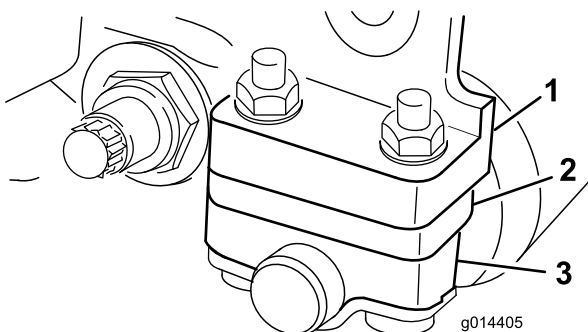

Figura 4
1. Ajuste os suportes do rolo traseiro para a posição baixa ou elevada, dependendo dos limites de altura de corte desejados (Figura 3e Figura 4).
- Posicione o distanciador abaixo do flange de montagem da placa lateral se as definições da altura de corte variarem entre 3,2 e 25 mm (Figura 4).